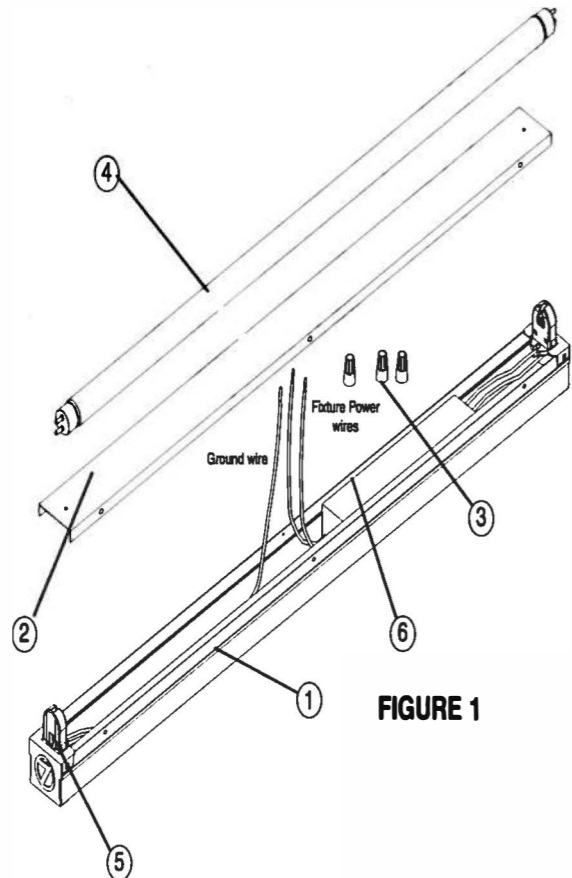

FIGURE 1
1. Remove fixture components and parts pack(s). Check that all parts are included. See Fig. 1.
1. Saque los componentes del luminario y paquete(s) de piezas. Compruebe que todas las piezas estén incluidas. **Vea Fig. 1.**